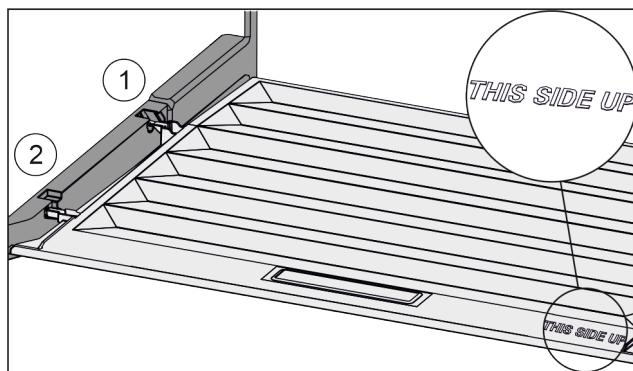

Fig. 84
- Вставить поперечные ребра крышки через отверстие заднего держателя Fig. 84 (1) и защелкнуть спереди в держателе Fig. 84 (2).